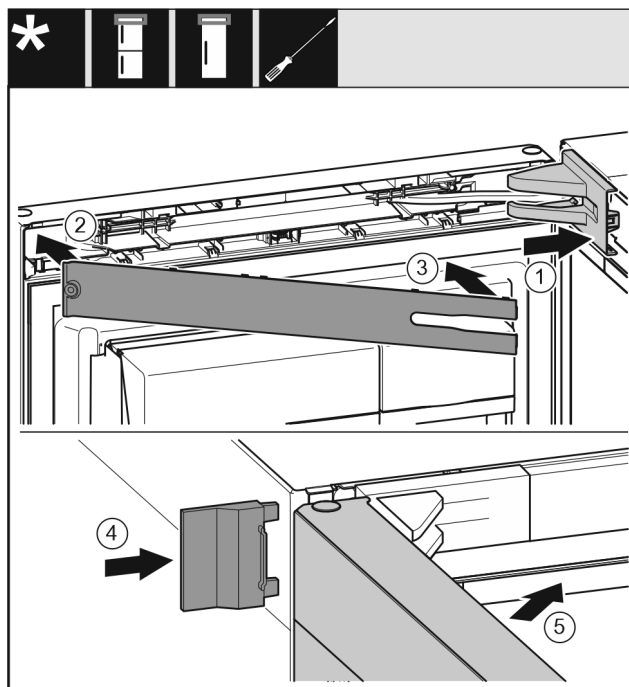

Fig. 22
- Nasadíte a zaklapnete kryt stojanu ložiska, příp. opatrně odtlačte od sebe. Fig. 22 (1)
- Nasadíte záslepku. Fig. 22 (2)
- Záslepku sklopte a zaklapnete. Fig. 22 (3)
- Nasuňte vnější kryt. Fig. 22 (4)
- Zavřete horní dveře. Fig. 22 (5)